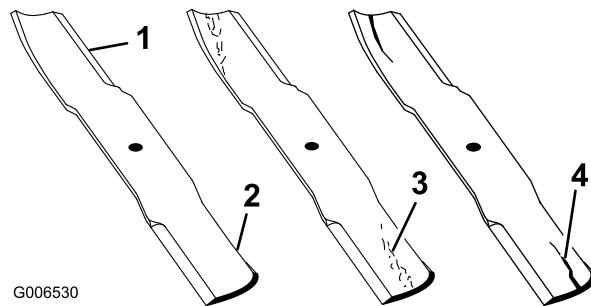

Figura 50
1. Inspecione los filos de corte (Figura 50).
2. Inspecione las cuchillas, especialmente la parte curva (Figura 50).
Nota: Si observa daños, desgaste o la formación de una ranura en esta zona (Figura 50), instale inmediatamente una cuchilla nueva.